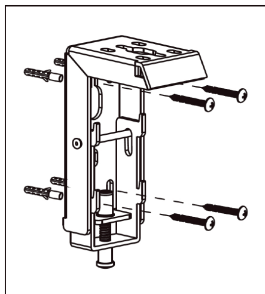

Bild 4
2. **Montering på bärande konstruktioner av betong:** Markera hålpunkterna med vinklarna på din vägg och borra hål för som matchar de medföljande pluggarna. Därvid måste pluggarna kunna föras in tätt i hålen. Om pluggarna går att föra löst in i hålen har hålen borrats för stora och det krävs större pluggar och skruvar eller nya hål måste borraras. Sätt in pluggarna helt i hålen och skruva åt vinklarna med de medföljande skruvarna, precis som det visas på bild 4 och 5.